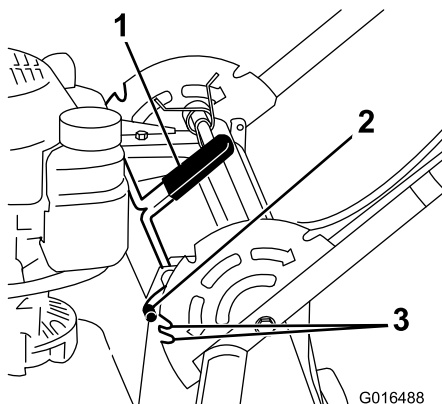

Рисунок 16
- Слегка поднимите рукоятку и потяните рычаг фиксации рукоятки вперед, чтобы вывести из зацепления пальцы фиксации рукоятки (Рисунок 16).
- Поверните рукоятку и совместите требуемую прорезь в кронштейне рукоятки с пальцами фиксации рукоятки, см. Рисунок 16.